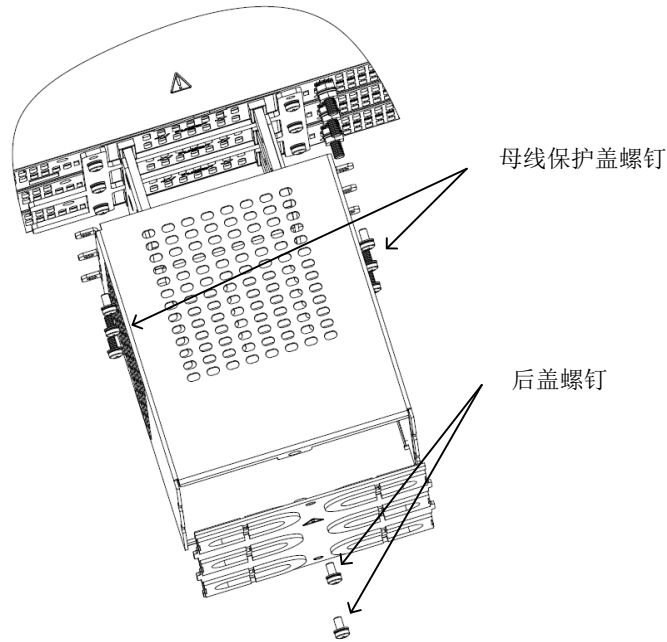

图 4-66: 拆卸输出保护装置
3. 拧下母线保护盖螺钉和后盖螺钉，打开输出保护盖，如图 4-66 所示（所示为 15kW，也适用于 10kW）。对于 10kW，只有 4 个母线保护盖螺钉）。